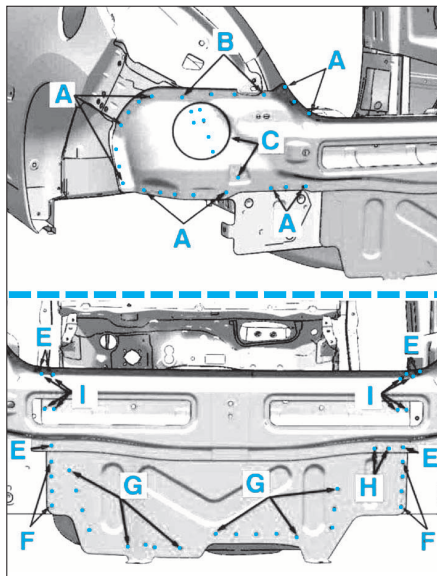

FIG. 55
- Poser et souder la pièce neuve aux endroits indiqués A à I (Fig.55)